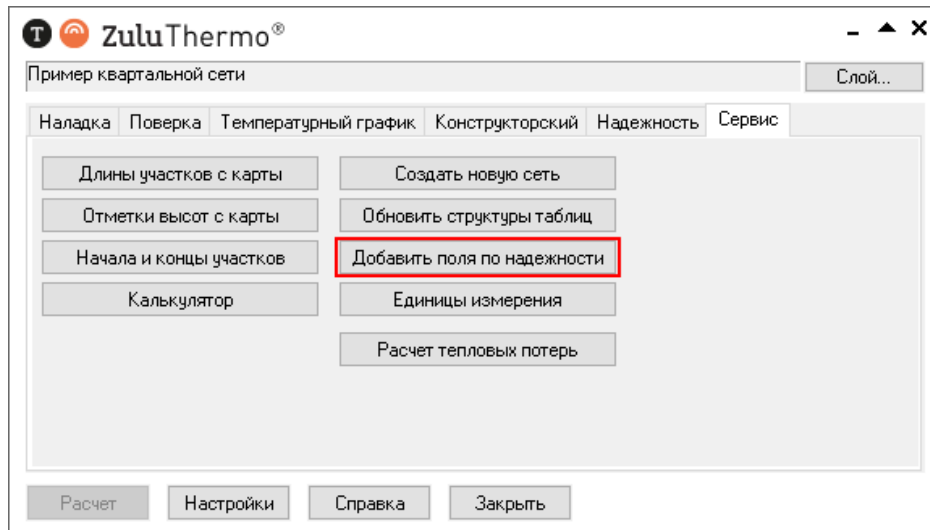

Рисунок 15.5. Добавление полей
4. Нажать кнопку Добавить поля по надежности. Рисунок 15.5, «Добавление полей»